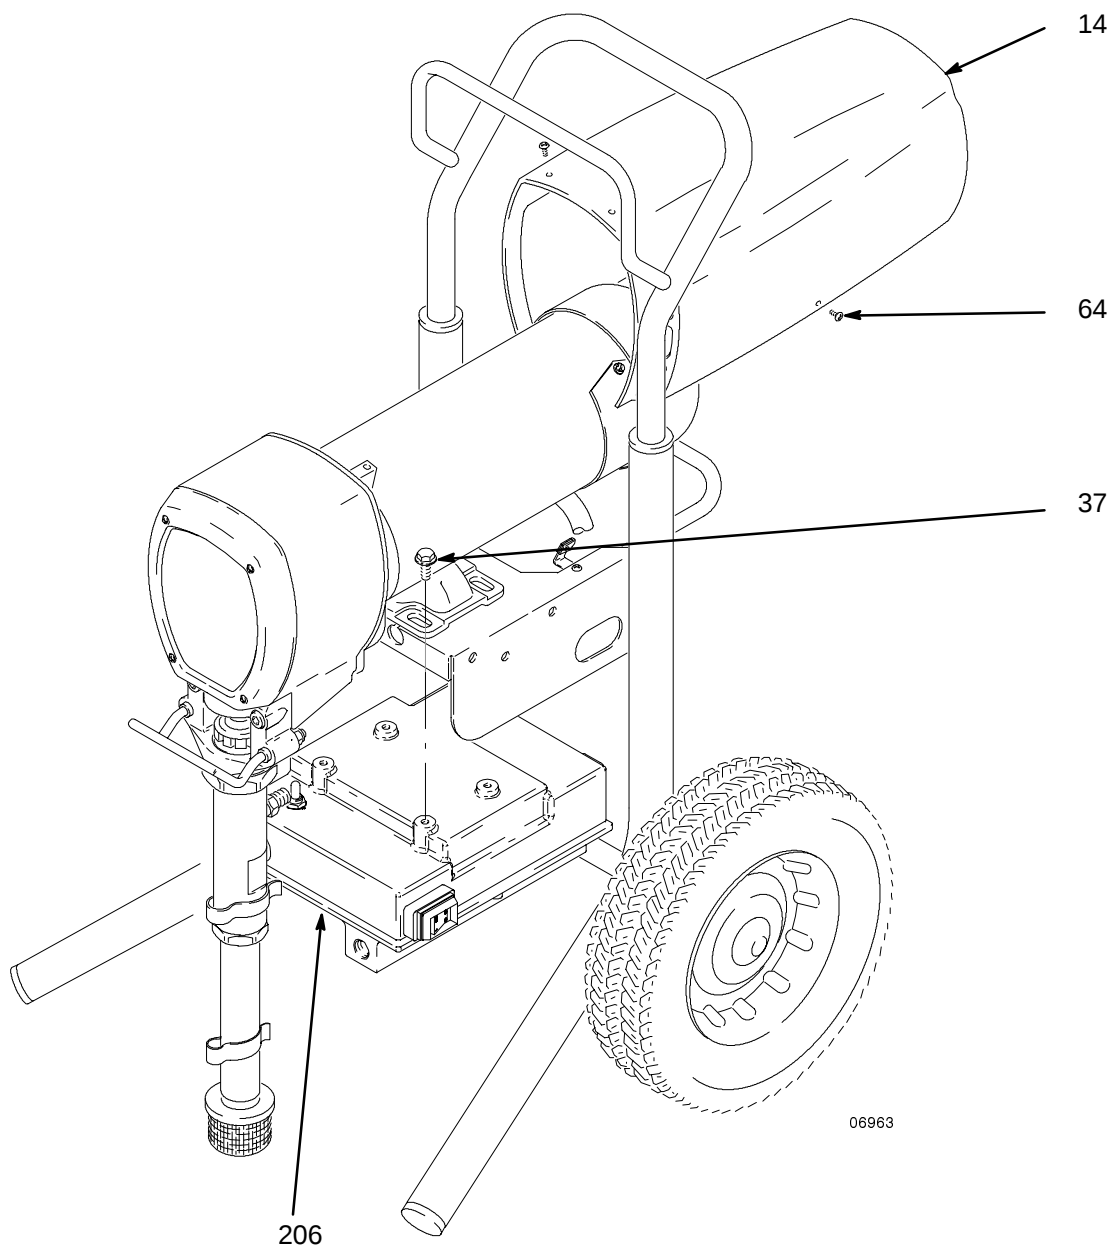

Fig. 4
19. Coloque las etiquetas (239) a las cubiertas de las escobillas del motor.
20. Fig. 4. Sujete la protección del motor (14) con diez tornillos (64).
21. Instale el tubo de drenaje (79) en la abrazadera de resorte (75).